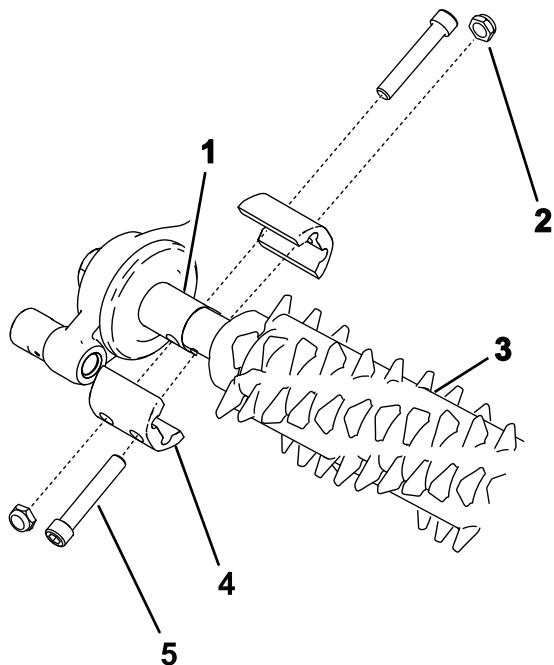

Figura 17
2. Allineate il cilindro grooming alla scatola ingranaggi del groomer e al gruppo tendicinghia (Figura 17).
3. Fissate il groomer alla macchina come illustrato nella Figura 17 e serrate adeguatamente i bulloni.